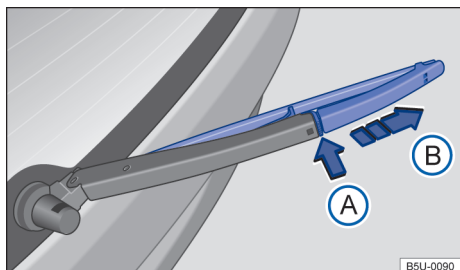

Fig. 166 Sustituir la escobilla limpiaparabrisas de la luneta trasera.
- Mantener presionada la tecla de desbloqueo → fig. 166 ①.
- Retirar la escobilla del limpiacristal en el sentido de la flecha ②.